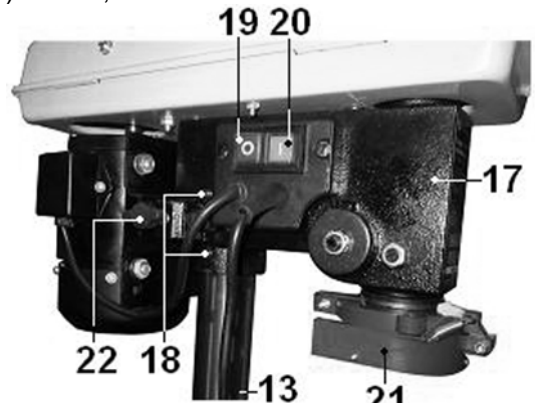

Рис. 3
9.4. Аккуратно установите на колонну (13) шпиндельную головку станка (17), Рис.3, предварительно ослабив винты фиксации (18), Рис.3 . Поворачивая шпиндельную головку (17) на колонне (13), Рис.3, убедитесь, что она «села» до упора. Положение шпиндельной головки зафиксируйте винтами фиксации (18), Рис.3.
10.3. Станок оснащен магнитным пускателем, предотвращающим самопроизвольное включение после отключения питания, Рис.3. Включение станка производится нажатием на зелёную кнопку (20), отключение станка производится нажатием на красную кнопку (19), Рис.3.
10.6. При открытии верхнего кожуха (8) ременной передачи, Рис.2,8, произойдет размыкание конечного выключателя (37), и станок отключится. Включение станка возможно только после закрытия верхнего кожуха (8) ременной передачи, Рис.2,8 и нажатия на зеленую кнопку включения (20), Рис.3. (см. п.10.3.). Если станок не включается, выполните регулировку положения кулачка (38).